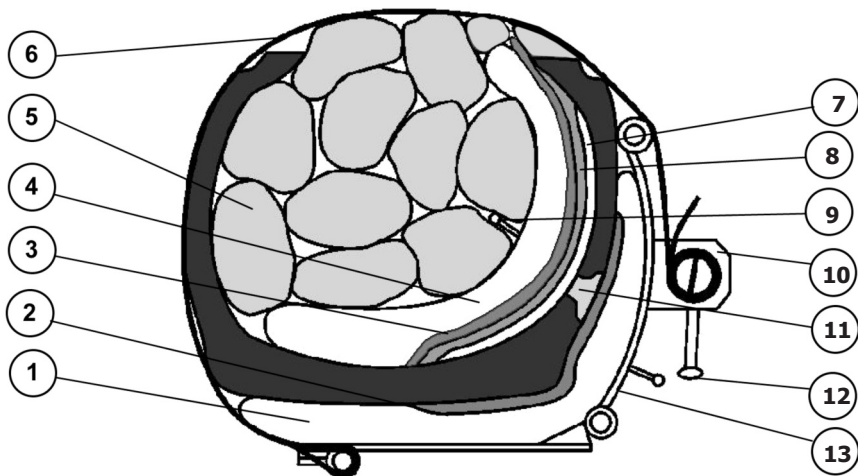

рис. 2
6.2 Установить наружную пневмоподушку (рис. 2 поз. 1) необходимого размера.
6.3 По центру наружной пневмоподушки в зоне ремонта установить наружный гибкий нагреватель (рис. 2 поз. 2).
6.6 По центру пластыря (рис. 2 поз. 8) установить внутренние гибкий нагреватель (поз. 3) необходимого размера в зависимости от размера пластыря, внутреннюю пневмоподушку (поз. 4) и необходимое количество вкладышей (поз. 5) таким образом, чтобы вкладыши
**Внимание!** Во избежание выхода из строя вентиля внутренней пневмоподушки необходимо обеспечить плотную укладку вкладышей симметрично пневмоподушки, при этом следить, чтобы ниппель и быстроразъемное соединение находились между вкладышами (см. Рис.2).
6.7 Завести стяжные ремни в пазы фиксаторов (рис.2, поз. 10) и, перемещая рукоятки (поз. 12) вверх, зафиксировать стяжные ремни (поз. 6), выполнив 1...1,5 оборота фиксаторов, после чего опустить рукоятки вниз. При перемещении рукояток фиксаторы удерживать при помощи съемного рычага, который вставляется в отверстие на фиксаторах. При ремонте легковых шин с установкой на адаптер, использовать три стяжных ремня.
**Внимание!** Во избежание нарушения целостности стяжных ремней, а также расплавления содержимого вкладышей, запрещается их непосредственный контакт с поверхностью гибких нагревателей. Для этого, а также для предотвращения выхода из строя внутреннего гибкого нагревателя, при выступании его за борт шины, необходимо установить бортовые термостойкие вкладыши (рис. 2 поз. 7).